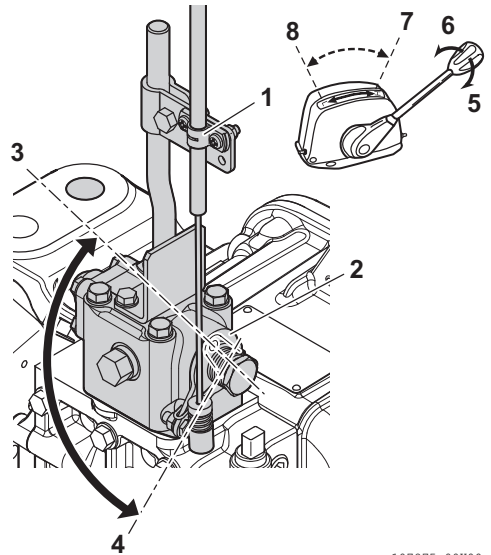

Figura 6
1. Asegúrese de que la palanca de curricán (**Figura 6, (2)**) está en la posición de alta velocidad (**Figura 6, (4)**) cuando la palanca de control remoto de curricán está en la posición de alta velocidad (**Figura 6, (7)**).
2. Asegúrese de que la palanca de curricán está en la posición de baja velocidad (**Figura 6, (3)**) cuando la palanca de control remoto de curricán está en la posición de baja velocidad (**Figura 6, (8)**).
3. Para ajustar, afloje el tornillo de ajuste del conector de cables (**Figura 6, (1)**) y ajuste la posición del cable.